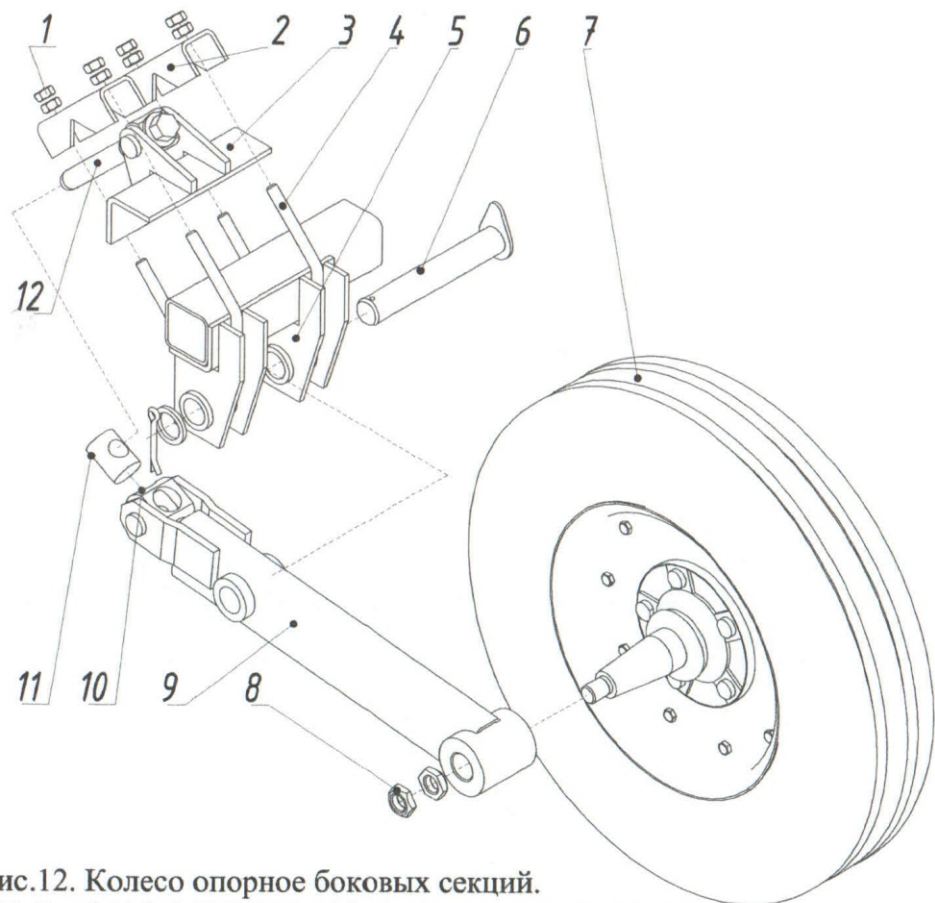

Рис.12. Колесо опорное боковых секций.
3.5. Колеса опорные (Рис.12) боковых секций предназначены для установки глубины хода рабочих органов боковых секций.